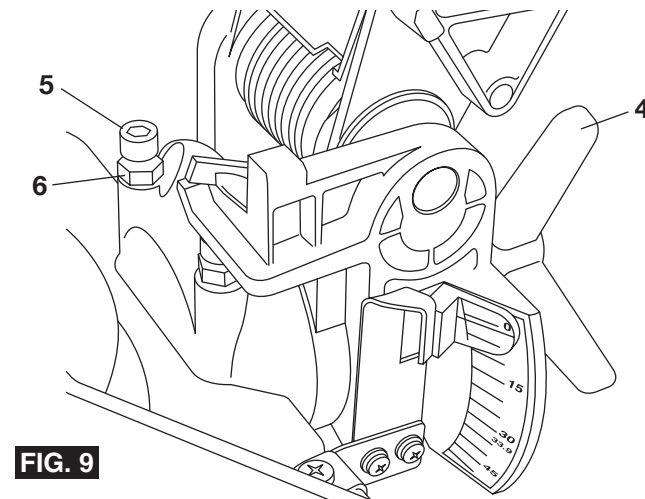

FIG. 9
- g. Ajustez la vis d'arrêt de biseau 45° **5** de manière à ce que la tête hexagonale de vis touche la butée 45° **7** au même moment où la lame vient en contact avec toute la longueur de l'équerre. Serrez le contre-écrou 45° **6** (Figure 9).